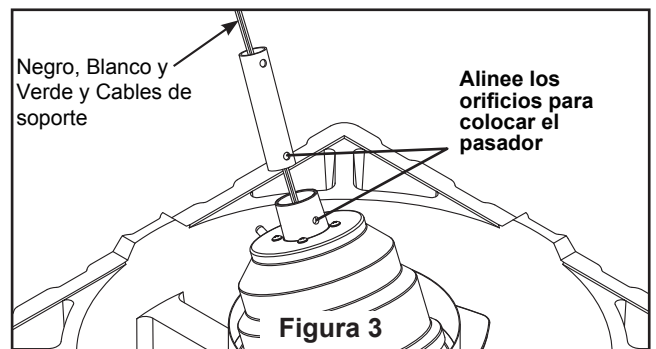
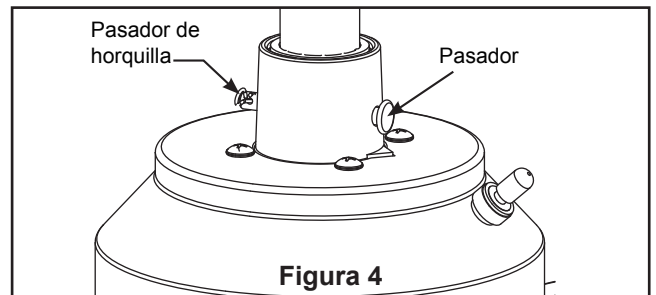

Figura 3
Figura 4
2. El ventilador viene con cables de color negro, blanco y verde y cables de soporte. Separe y desenrosque los cables. Pase los cables y el cable de soporte a través del barral con la cubierta de goma. (Figura 3)
3. Asegúrese de alinear los orificios cuando introduzca el barral en el soporte de barral antes de colocar el pasador y el pasador de horquilla. (Figura 3 y Figura 4)